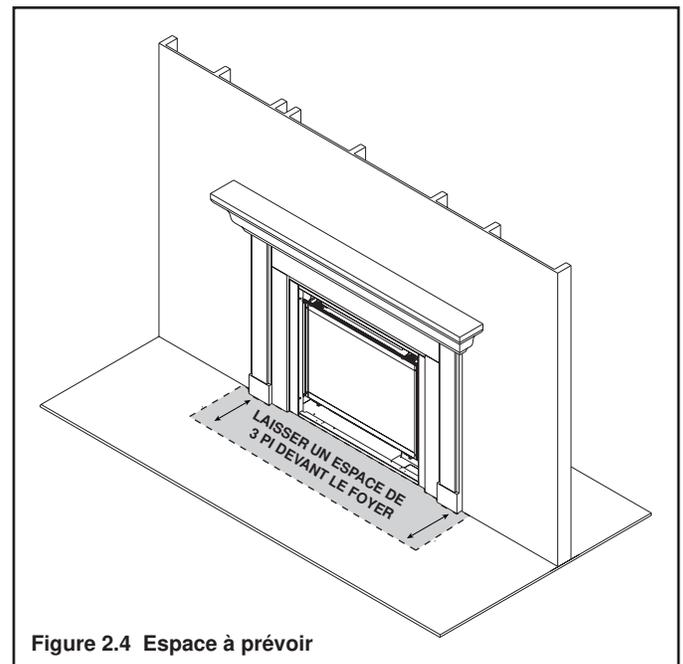

Figure 2.4 Espace à prévoir
**AVERTISSEMENT! NE PAS placer d'objets combustibles à l'avant du foyer ou obstruer les grilles d'aération. Les températures élevées peuvent créer un incendie. Voir la Figure 2.4.**